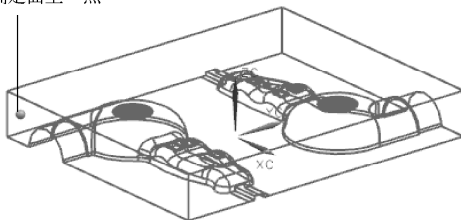

图 10-86 确定面上入水点的位置
(6) 在对话框的【通道位置】选项组中，在【选择条】工具条中，设置【点在面上】，单击【指定点】按钮，弹出【点构造器】对话框，确定面上入水点的位置，如图 10-86 所示。